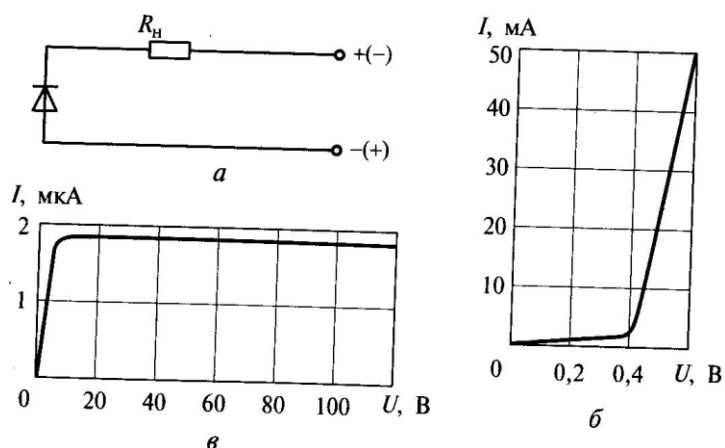

Рисунок 5
5.4 Определить напряжение на диоде в обратном включении (рисунок 5,а), последовательно подключенном с резистором $R_H = 10\text{МОм}$, если ток в цепи 1мкА, а напряжение питания 110В.
5.5 Рассчитать сопротивление нагрузки в цепи с диодом в прямом включении (рисунок 5,б), чтобы ток его не превышал 110 мА, если падение напряжения на диоде 0,6 В, а напряжение питания 5 В.